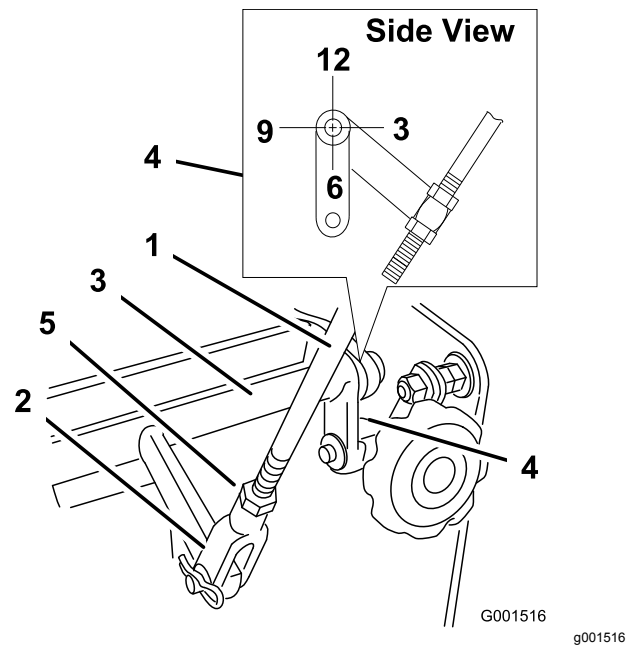

Figura 32
4. Controllate l'orientamento delle linguette sulle estremità dell'asse di comando della velocità. Assicuratevi che queste linguette siano rivolte direttamente verso il basso, in posizione a ore 6 circa (Figura 32).
5. Regolate la forcella filettata nella parte inferiore della tiranteria del comando della velocità, fino a quando le linguette non sono in posizione a ore 6 (Figura 32).